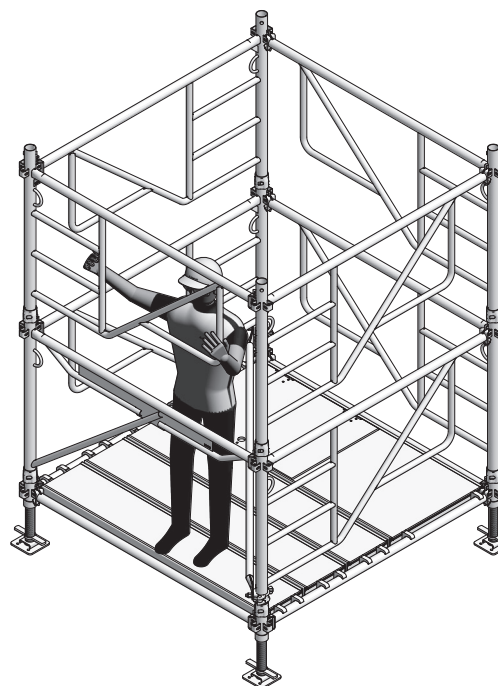

Fig. 10.3
11. Insérer les cadres 100 MT pour le niveau 2 (Fig.10.3) à partir du plancher du niveau 0.